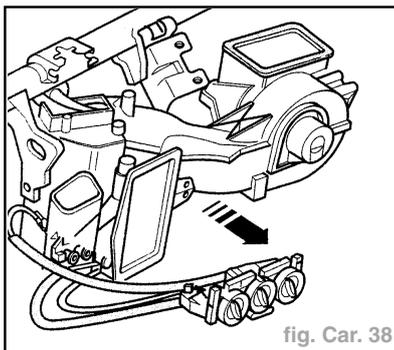

fig. Car. 38
- Plier latéralement et dans le sens de la flèche la pièce (B) du support le long de la ligne de rupture (C).
**Remarque :** Replier dans sa position initiale la pièce (B) après la pose de l'appareil de chauffage et visser dans les trous (A) la pièce moulée représentée par des tirets (p. ex. M 6 x 10).
- Défaire la connexion électrique entre le véhicule et l'appareil de chauffage (connecteur et câble de masse vissés au montant (A)).
- Déposer l'appareil de chauffage dans le sens de la flèche (fig. Car. 38).